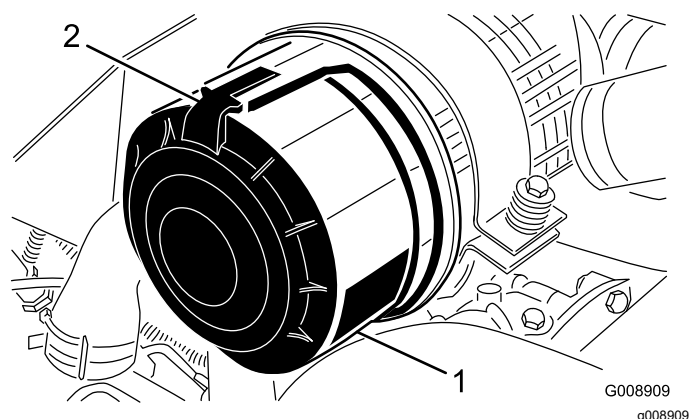

Figura 51
1. Abra los enganches que fijan la tapa del limpiador de aire a la carcasa del limpiador de aire (Figura 51).